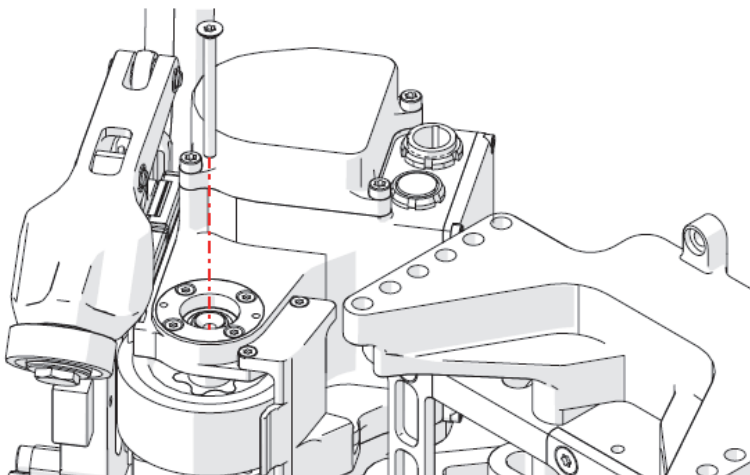

Figura 2-11 Extracción del tornillo a partir del eje
12. Con un des[ar]tornillador Torx T20, retire el tornillo del eje (ver Figura 2-11 en la página 96).